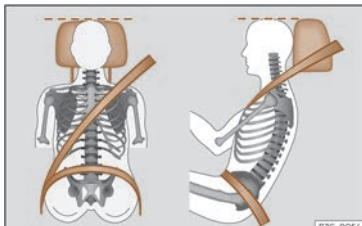

Fig. 14 Banda del cinturón y apoyacabezas ajustados correctamente.
- Mantenga la nuca lo más cerca posible del apoyacabezas >>> **fig. 14**.
- Ajuste longitudinalmente el asiento de forma que pueda pisar a fondo los pedales con las rodillas ligeramente flexionadas y que quede una distancia entre la zona de las rodillas y el tablero de instrumentos de al menos 10 cm (4 pulgadas) >>> **fig. 14**.